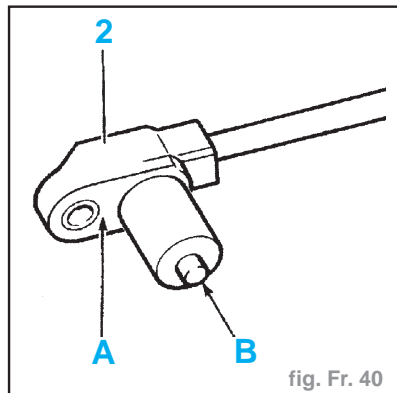

fig. Fr. 40
- S'assurer de la propreté du plan d'appui (A) (partie capteur et pivot) et de la partie (B) (fig. Fr. 40).
- Reposer le capteur (3).